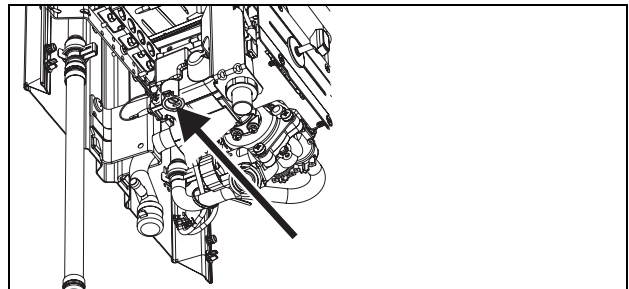

Bild 17 Einstellschraube max. Gasmenge
- Plombierung von der Einstellschraube entfernen (Bild 17).
- Mit der Einstellschraube (Bild 17) den Düsendruck gemäß Tabelle 7 einstellen.